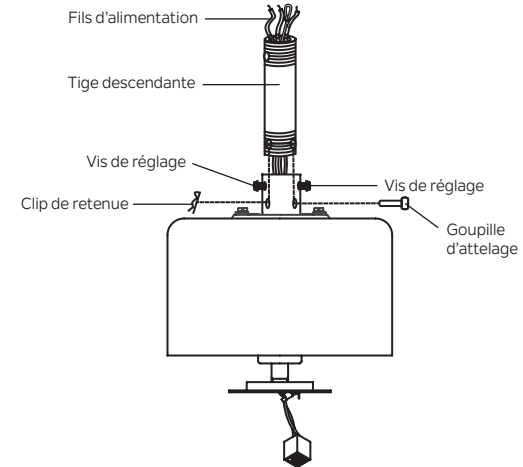

Fig. 8
Étape 6. Desserrez les deux vis de réglage et retirez la goupille d'attelage et le clip de retenue de l'accouplement sur le dessus de l'ensemble moteur. (Fig. 8)
Remettez ensuite en place la goupille d'attelage et le clip de retenue. Serrez les deux vis de réglage. (Fig. 8)